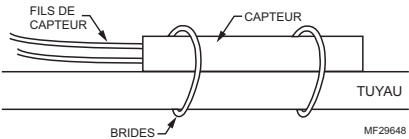

Fig. 1. Fixer le bulbe au tuyau.
- 2. Fixer le bulbe sur le tuyau à l'aide des brides. Voir la Fig. 1.